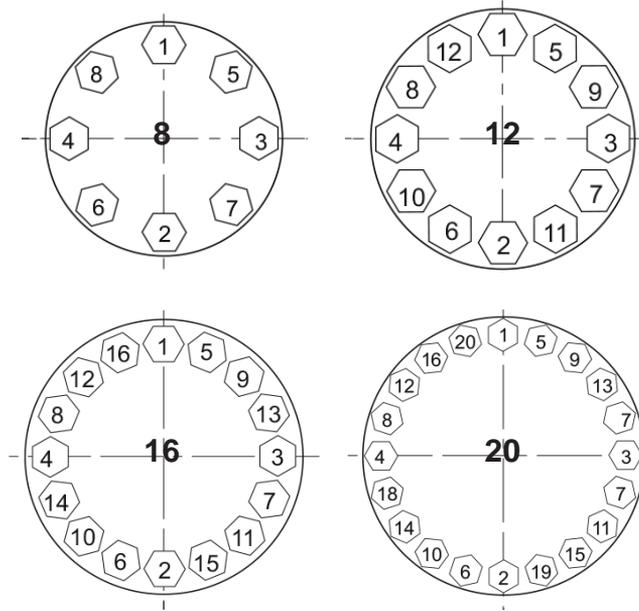

Figura 11 - Secuencia de par de apriete de pernos
6. Apriete más las tuercas del espárrago del cuerpo en la secuencia indicada en la **(Figura 11)** en función del número de pernos en el patrón de pernos y el par al valor indicado en el plano del conjunto de la válvula en al menos 6 pasos de par iguales (10 %, 20 %, 40 %, 60 %, 80 % y 100% del valor indicado) a menos que se especifique lo contrario.
La Figura 11 detalla la secuencia de apriete de los pares de los pernos del casquete/cuerpo para una SteamForm de la serie 84003. Aplique un par de apriete uniforme a las tuercas del cuerpo a la cantidad especificada en el plano de montaje para esta válvula específica.
11. En este momento, las tuercas solo deben apretarse con los dedos. Para uso de servicio, apriete las tuercas como se describe en la Figura 11